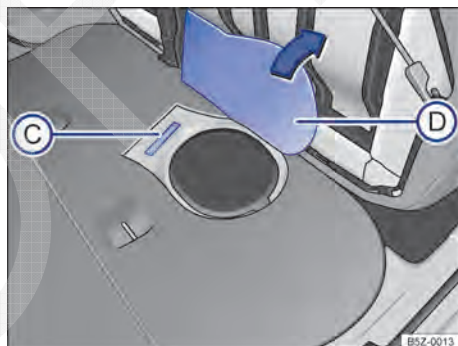

Fig. 190 Debaixo do banco traseiro sob o revestimento do assoalho (D): número de identificação do veículo (C).
O número de identificação do veículo está localizado debaixo do banco traseiro sob o revestimento do assoalho → Fig. 190 (C). Para encontrar o número de identificação do veículo, rebater o banco traseiro e levantar o revestimento do assoalho → Fig. 190 (D).